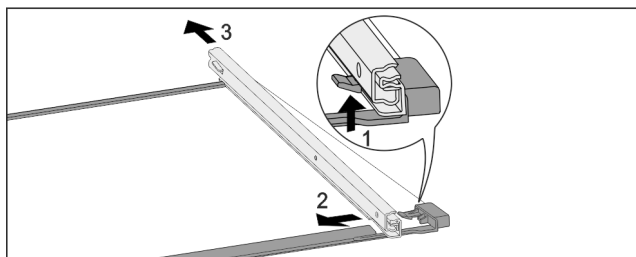

Fig. 67 Ripiano in vetro con guide
- ▶ Premere il gancio di fermo anteriore verso l'alto. Fig. 67 (1)
- ▶ Far scorrere la guida estraibile di lato Fig. 67 (2) e verso il lato posteriore Fig. 67 (3).